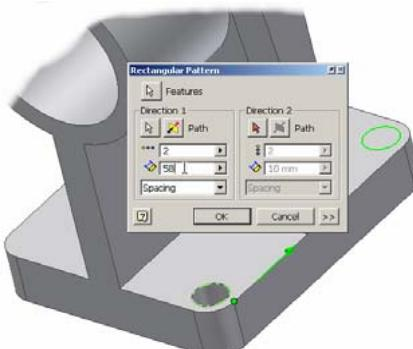
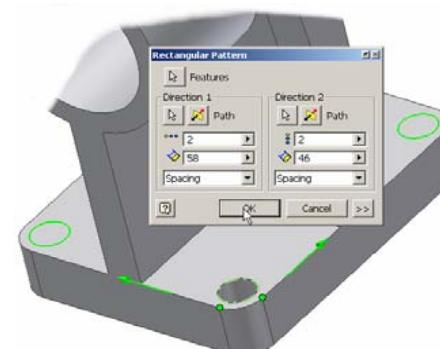

Figura 2.11.12.
Figura 2.11.13.
Se puntează icoana **Rectangular Pattern** în panelul **Part Features**, ce va declanșa apariția ferestrei **Rectangular Pattern**, în care pot fi selectate/specificate opțiunile operației, figura 2.11.12 și figura 2.11.13:
- se puntează butonul **Direction 1** și se selectează muchia din figura 2.11.12 ca direcție 1 a multiplicării;
- în câmpurile **Column Count** și **Column Spacing** se introduc valorile **2** și **58** ca valori ale numărului și a distanței dintre repetiții, figura 2.11.12;
- se puntează butonul **Direction 2** și se selectează muchia din figura 2.11.13 ca direcție 2 a multiplicării;
- în câmpurile **Column Count** și **Column Spacing** se introduc valorile **2** și **46** ca valori ale numărului și a distanței dintre repetiții, figura 2.11.13.